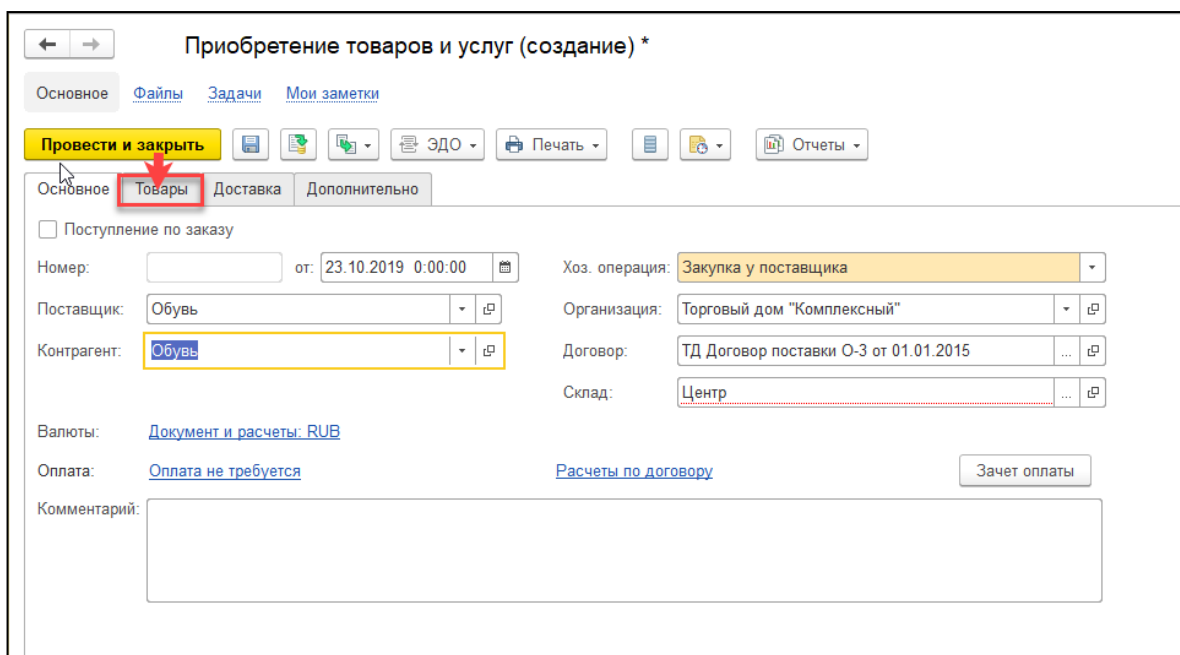

Рис. 5.7 - Заполнение карточки документа в 1С
3. Перейти на вкладку «Товары» и добавить список товаров (Рис. 5.7);